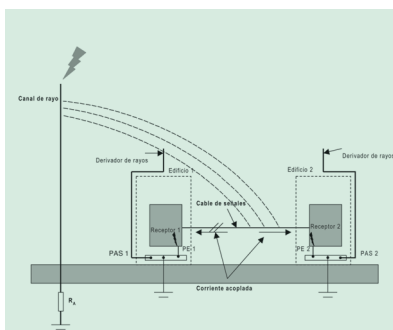

Fig. 3.17c. Acoplamiento capacitivo.
- Acoplamiento capacitivo (**fig. 3.17c**).